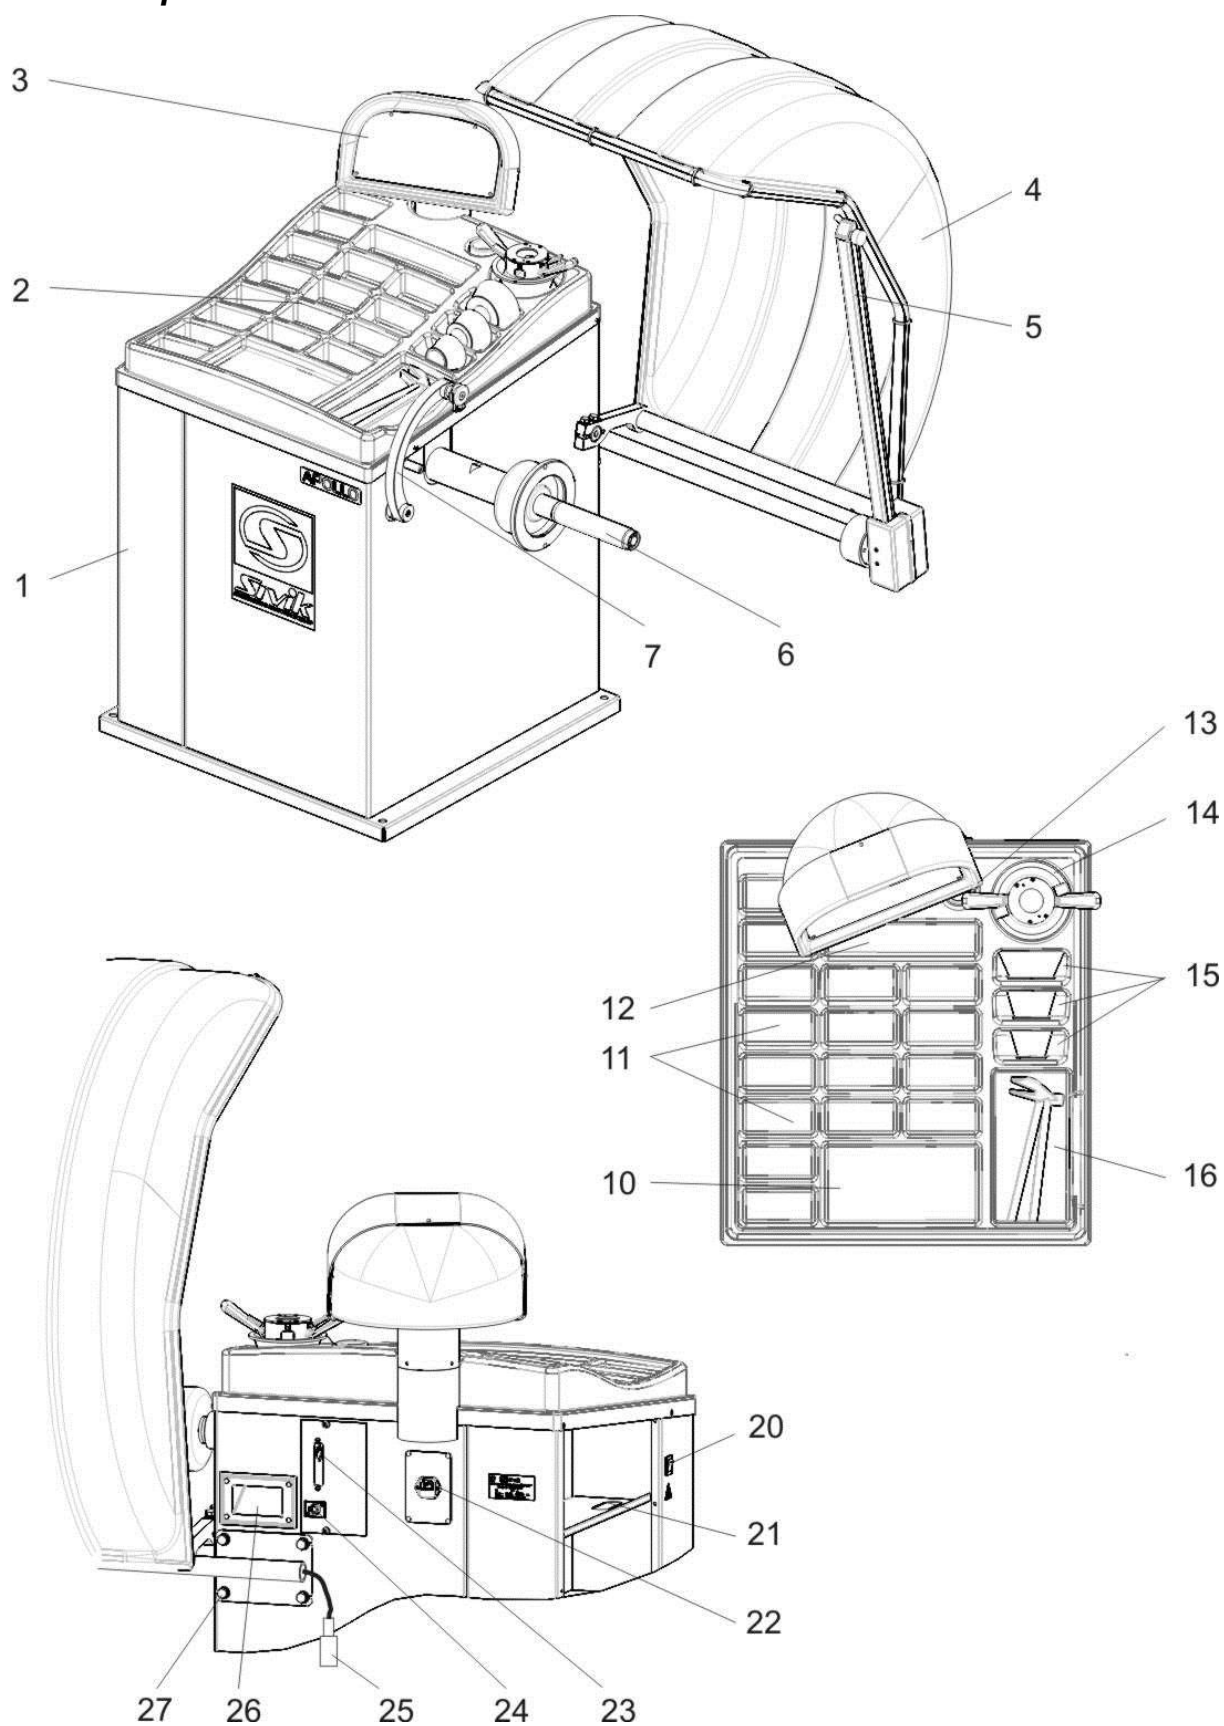

Рисунок 4.1
4.2.5 Закрепить вторую линейку 5 на корпусе с помощью 4 болтов с шайбами 27 и подключить вилку линейки 25 к гнезду 24 (рисунок 4.1).